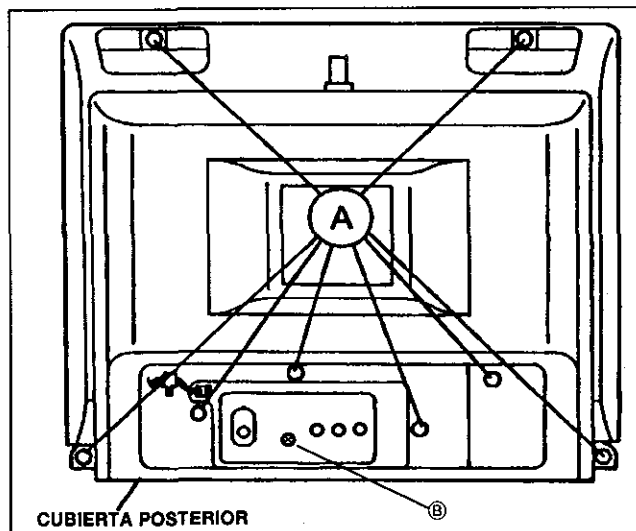

Fig. 1
2. Extraiga los ocho tornillos marcados con (A) como se muestra en la Fig. 1.
1. Extraiga el tornillo marcado con (B) como se muestra en la Fig. 1.